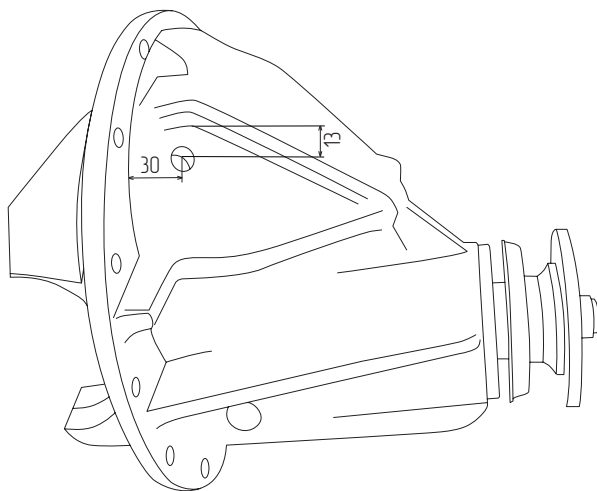

Рис. 2
1. Просверлите сквозное отверстие диаметром 13 мм в картере моста, предварительно определив место сверления отверстия \varnothing 13 мм (**Рис. 2**).